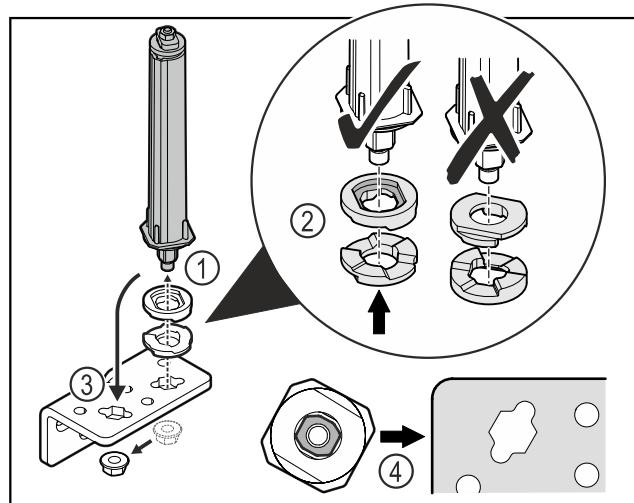

Fig. 30
- Uvoľnite maticu a odstráňte systém zatvárania dverí Fig. 30 (1).
- Dbajte na správne vyrovnanie podložiek na výškové prestavenie Fig. 30 (2).
- Premiestnite systém zatvárania dverí v uholníku závesu a zafixujte ho maticou Fig. 30 (3).
- Dbajte pri nasadzovaní na správne vyrovnanie systému zatvárania dverí Fig. 30 (4).